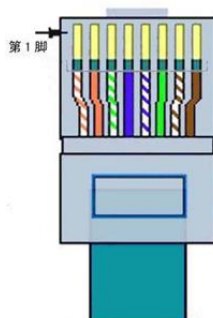

图 3 网线线序
- c) POE 供电：通过普通 RJ45 网口的引脚 5（GND）和引脚 8（VCC）两根线可以给 ZLAN5843A 供电，供电电压为 9~24V 之间的任何值。RJ45 网线线序参考图 3。默认 POE 功能未打开，需要定制。